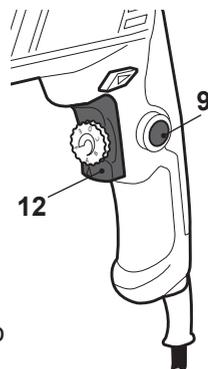

Fig.8
- > Encienda el producto presionando el interruptor de Encendido/Apagado (12) (Fig. 8).
- > Apague el producto soltando el interruptor de Encendido/Apagado (12) (Fig. 8).
- > Encienda el producto presionando el interruptor de Encendido/Apagado (12) y manténgalo presionado (Fig. 8).
- > Presione el botón de bloqueo (9) para bloquear el interruptor de Encendido/Apagado (12) (Fig. 8).
- > Suelte el botón de bloqueo (9) y el interruptor de Encendido/Apagado (12) estará ahora bloqueado para un uso en continuo.
- > Presione y suelte el interruptor de Encendido/Apagado (12) para apagar el producto